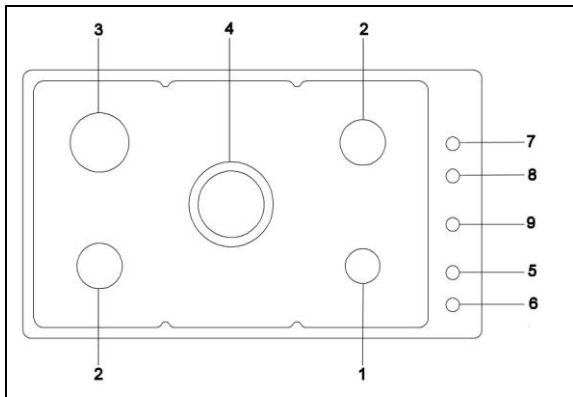

Fig.13
- ° Gaskookvlak type **P910**, zie fig. 13 - Elektrisch schema B